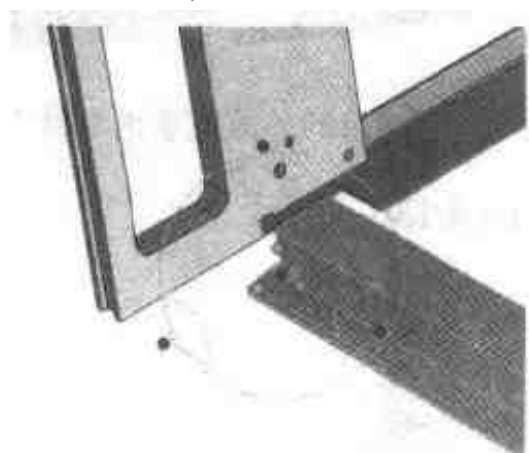

图 4.134 选择定位角点
- (3) 将三维球的中心放置在面板的一个角点上, 如图 4.134 所示。